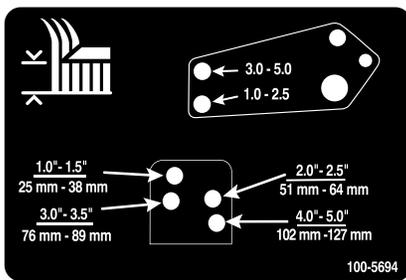

Figura 24
11. Alinee los taladros de los acoplamientos de los amortiguadores con los taladros del soporte de altura de corte en el bastidor de la unidad de corte (Figura 24), y coloque los pasadores de horquilla y las chavetas.